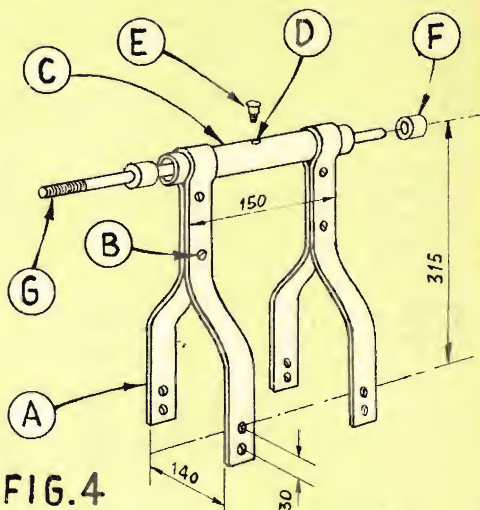

FIG. 4
(Fig. 4): Il primo caminetto a sinistra è male costruito, perché la camera da fumo (delimitata in tutti i disegni, dalle linee tratteggiate), è troppo allungata e la sua strozzatura non è marcata come dovrebbe. Il caminetto del centro ha la forma ideale, con le corrette proporzioni della camera da fumo, rispetto al focolare. Il disegno di destra rappresenta un caminetto dalle caratteristiche insoddisfacenti, poiché, a causa delle piccole dimensioni della camera da fumo, la capacità di questa è minima e quindi insufficiente a contenere il fumo che a volte può essere respinto verso il basso da venti contrari: in queste condizioni, il fumo fuoriesce dalla imboccatura frontale e si diffonde nell'ambiente. (Fig. 5): (A) Quando il fondo del caminetto è più o meno curvo, il fumo che scorre rasente ad esso, tende a creare dei piccoli vortici i quali da un lato ostacolano il normale tiraggio e dall'altro, costringono parte del fumo ad uscire dalla imboccatura frontale. (B) Questa è la forma corretta per la parete di fondo del caminetto: il gradino che delimita la parte inferiore della camera da fumo deve essere tale da ridurre a poco meno della metà la larghezza originaria dell'imboccatura.